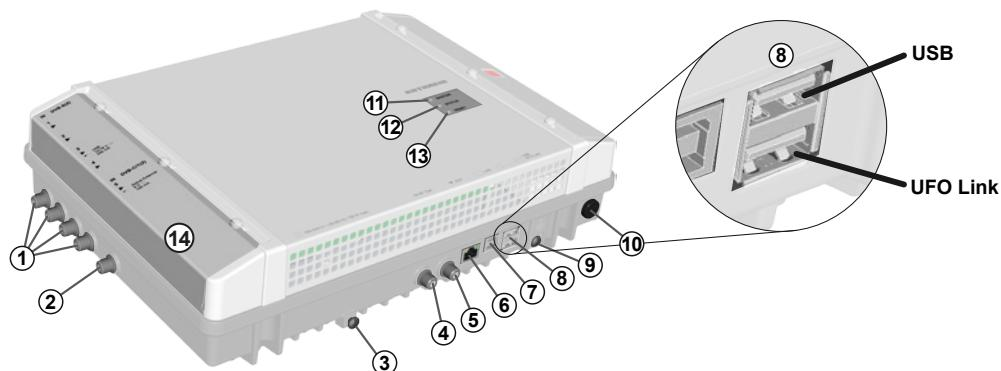

Fig. 1: Elementos del aparato
Excepción: Cubierta de las ranuras de CI (14 en Fig. 1, Pág. 3)
1. Conecte un cable de compensación de potencial (Cu,  $\geq 4 \text{ mm}^2$ ) al tornillo de puesta a tierra; véase ⑨ en Fig. 1, Pág. 3.
- Los conectores se deben enchufar al maestro y al esclavo en la interfaz del UFO Link correspondiente (⑧ en Fig. 1).
4. Conecte los cables de señales HF para antenas, redes de cables y salida a las cabezas terminales; véase ①, ② y ⑤ en Fig. 1, Pág. 3.